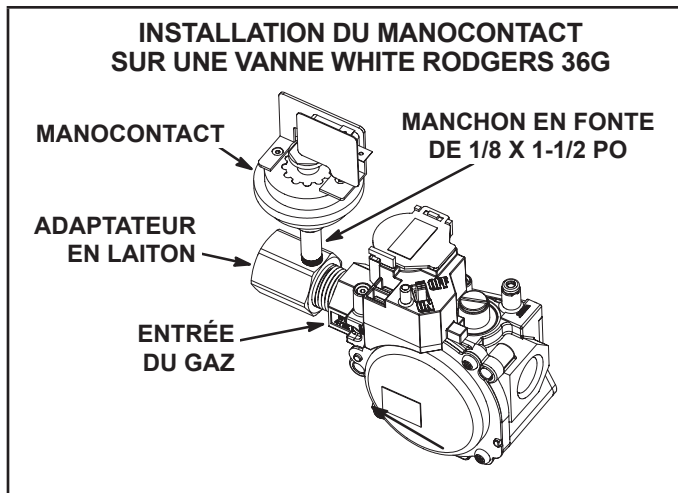

Figure 8
- 2 - Visser l'adaptateur en laiton dans l'entrée de gaz et serrer à la main. Serrer l'adaptateur avec une clé de dimension correcte en prenant soin de positionner l'orifice latérale comme illustré à la Figure 8. Appliquer un agent d'étanchéité sur les filets de l'adaptateur avant de le connecter à la vanne de gaz.